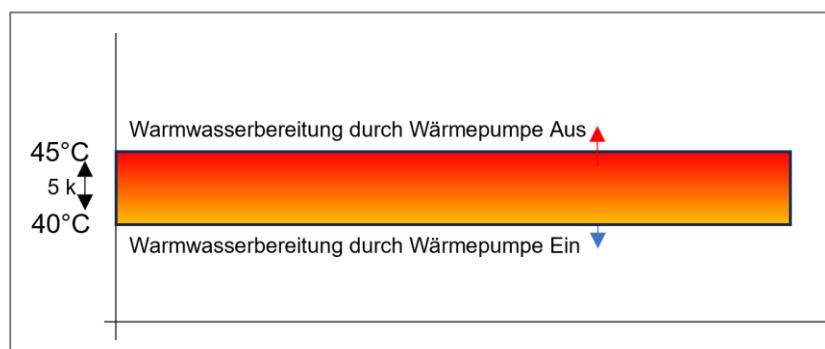

Abbildung 24: Diagramm zur Schaltdifferenz Sollwert
Der „Schaltdifferenz Sollwert“ kann schrittweise erhöht oder vermindert werden. Ein Tippen auf die -/+ Taste (2) entspricht hierbei einer Änderung von 1 K. Wir empfehlen eine Schaltdifferenz von 5 K (siehe Abb. 24).